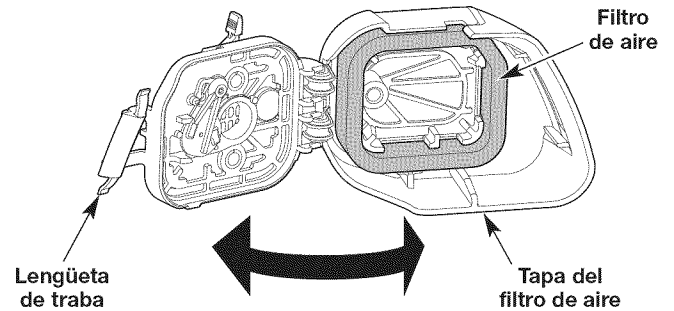

Fig. 16
1. Abra la tapa del filtro de aire. Presione la lengüeta de de traba hacia adentro y gire la tapa del filtro de aire hacia la derecha (Fig. 16).
2. Saque el filtro de aire del interior de la tapa (Fig. 16).
6. Vuelva a poner el filtro dentro de la tapa del filtro de aire (Fig. 16).
7. Cierre la tapa del filtro de aire. Gire la tapa del filtro de aire hacia la izquierda y presiónela hasta que la lengüeta de traba encaje en su lugar (Fig. 16).